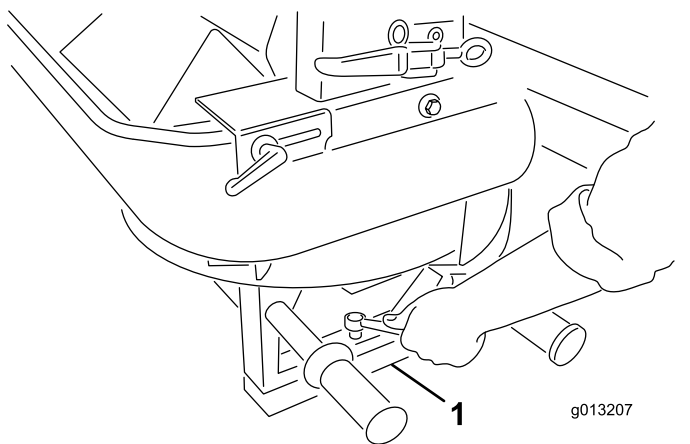

Рисунок 6
5. Выверните четыре винта из опор двухдискового разбрасывателя. С помощью напарника поднимите двухдисковый разбрасыватель и удалите упаковочные шпильки и упаковочный пенопласт (Рисунок 6).